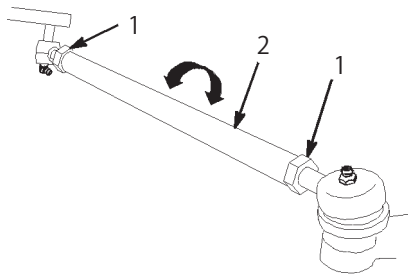

図51
5. 前後の測定値の差が所定範囲にない場合、タイロッド両端のジャム・ナットを外して調整を行う (図 51)。